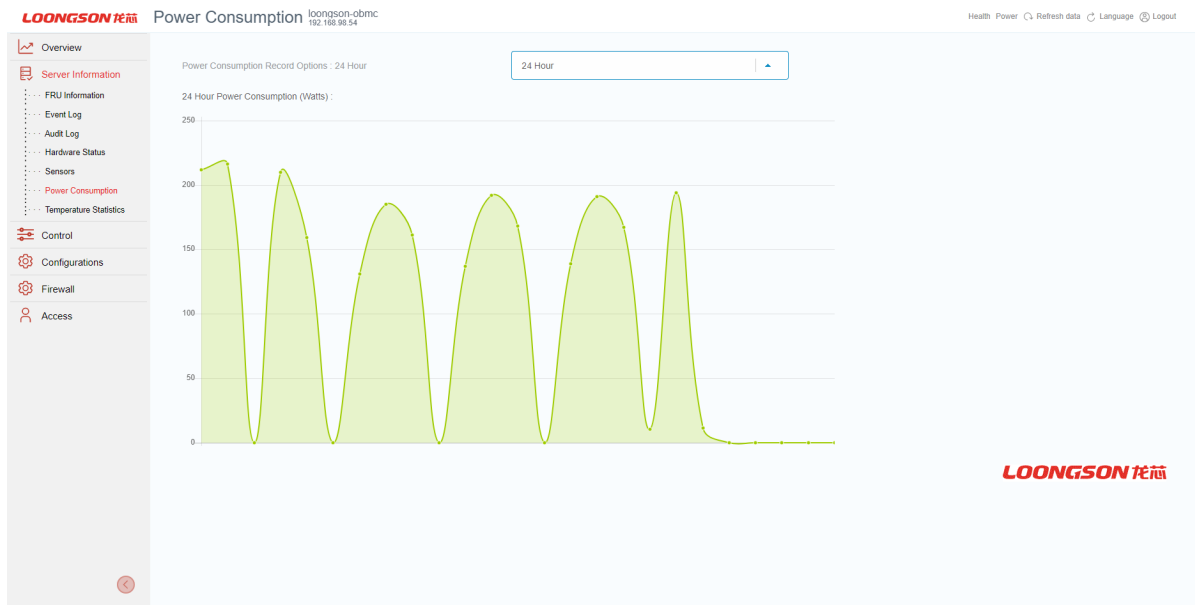

Рис. 72. Окно «Power Consumption»
7) Пройдите во вкладку «Server Information» → «Power Consumption» в данной вкладке представлен график энергопотребления сервером. Окно показано на рис. 72 Окно «Power Consumption»